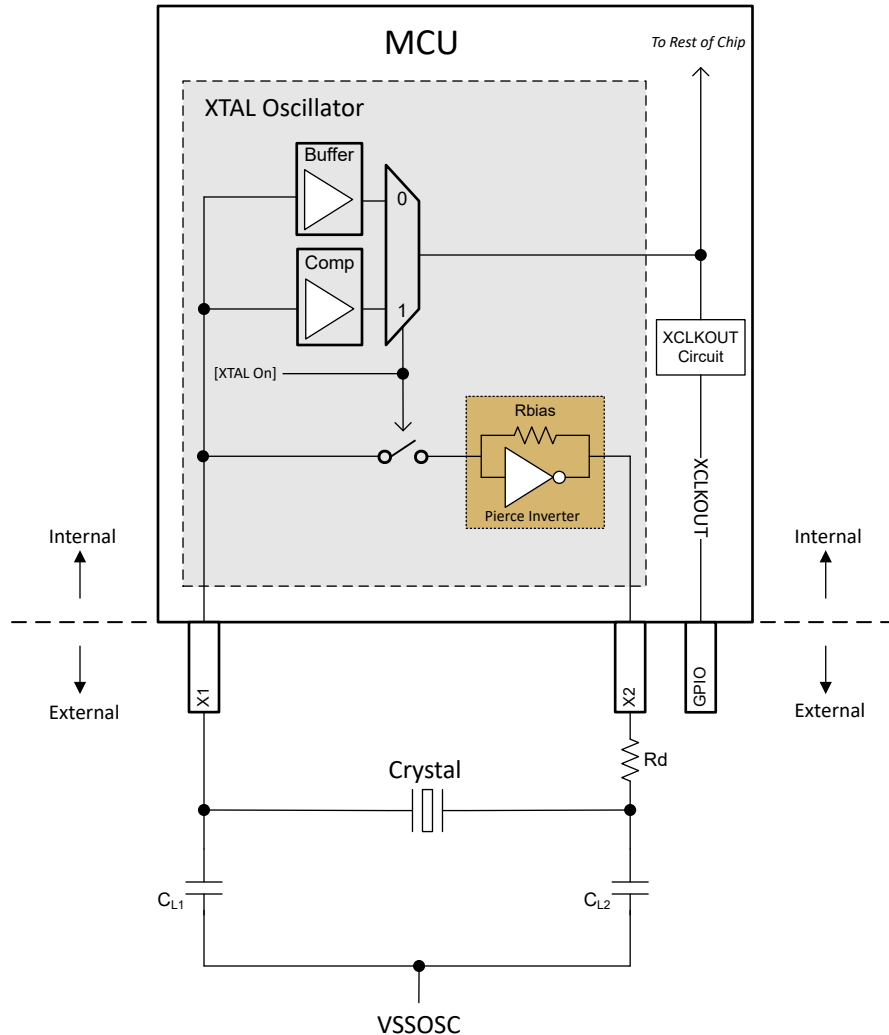

図 6-25. 電気発振回路のブロック図
このデバイスの電気発振回路は、ピルス発振器です。これは正帰還インバータ回路であり、発振するためにはチューニング回路が必要です。この発振器に適合する水晶振動子と組み合わせると、タンク回路が形成されます。このタンク回路は、水晶振動子の基本周波数で発振します。このデバイスでは、発振器は、並列容量 (C0) および必要な負荷容量 (CL) によって、並列共振モードで動作するように設計されています。図 6-25 に、電気発振回路とタンク回路の部品を示します。
図 6-25 によれば、CL1 と CL2 が直列になっているので、水晶振動子から見た等価合計容量を求めるには、静電容量の直列式を適用して、CL1 = CL2 の場合、単純に [CL1]/2 と計算する必要があります。